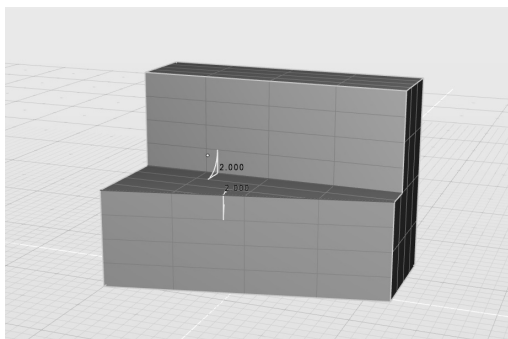

图 4-171 设定倒圆角的边及半径
2) 使用“倒圆角”工具，在图 4-171 中的两边上施加倒圆角，并设定倒圆角半径为“2cm”。如图 4-171 所示。